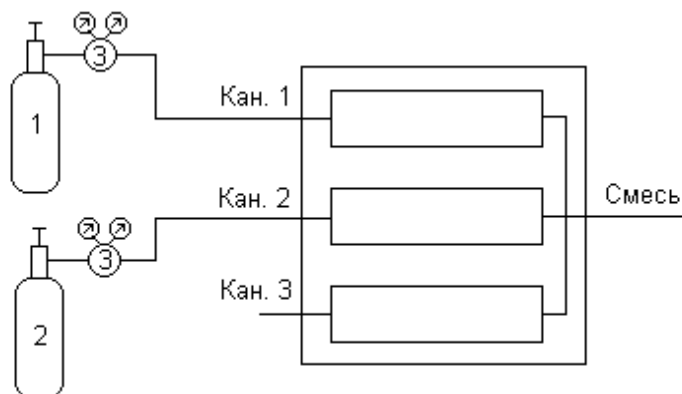

Рис.10. Схема подключения баллонов к рабочему эталону мод ГГС-Р, ГГС-К (в режиме разбавления)
2.3.1. Для приготовления газовой смеси подключить к рабочему эталону баллоны с газом-разбавителем и исходным газом в соответствии с рис.10, 11.